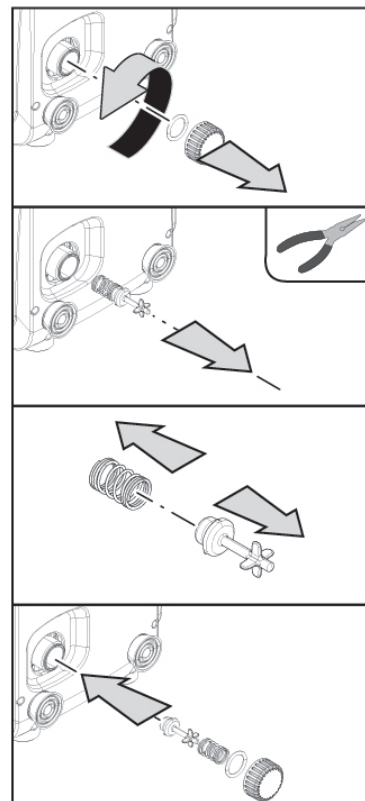

Рисунок 18
3. в любом случае выньте сливную пробку со стороны E, следя, чтобы не выпала уплотнительная манжета (Рисунок 18);